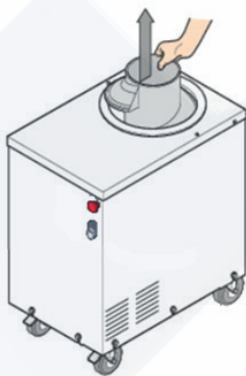

Fig. 6
- estrarre la coclea tirandola verso l'alto e sollevandola completamente (Fig. 6);